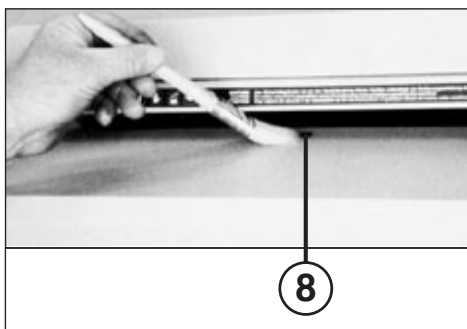

Fig. 5
CELLULES PHOTO-ÉLECTRIQUES (8) (fig. 5):